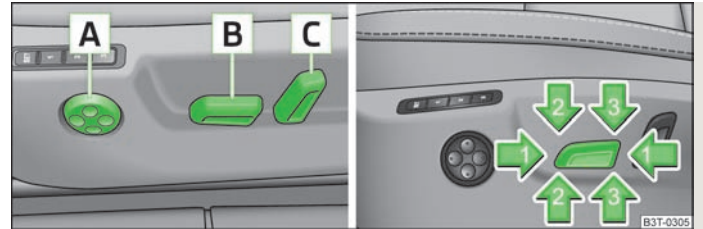

Abb. 55 Bedienelemente für elektrische Sitzeinstellung
- › Den Schalter **B** » Abb. 55 nach vorn bzw. nach hinten in Pfeilrichtung 1 drücken.